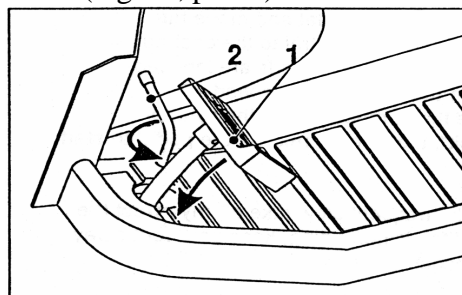

Fig. 15
3. Appuyer à fond sur la pédale de frein, et la maintenir (Fig. 15, pos. 1).
FREIN (fig. 15)
Le levier de frein de parking est utilisé pour bloquer la pédale de frein en position frein (fig. 15; pos. 2).
A l'arrêt, enfoncer la pédale de frein et la bloquer (fig. 15, pos. 1 et 2)